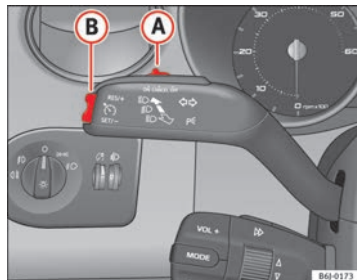

Fig. 113 Palanca de intermitentes y de luz de carretera: mando y tecla basculante para el regulador de velocidad
- Presione la parte superior de la tecla basculante **RES** ⇒ fig. 113 **(A)** para aumentar la velocidad. El vehículo acelerará mientras mantenga la tecla presionada. Al soltar la tecla quedará memorizada la nueva velocidad.
Si se reduce la velocidad programada pisando el pedal del freno, se desactiva el regulador de velocidad. Si quiere activar de nuevo el regulador, basará con presionar una vez la parte superior de la tecla basculante **RES+** ⇒ fig. 113 **(B)**.